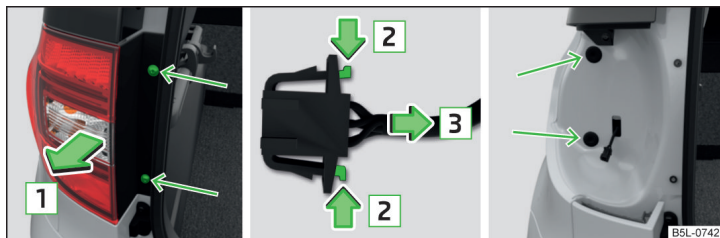

Fig. 204 Demontarea lămpii / scoaterea conectorului
- Deșurubați lampa » fig. 204 folosind cheia din trusa de scule.
- Prindeți lampa și trageți-o cu atenție prin mișcări pendulatorii în direcția săgeții **1** » fig. 204.
- Introduceți lampa în locașurile din caroserie » fig. 204.
- Fixați lampa strângând șuruburile » fig. 204.